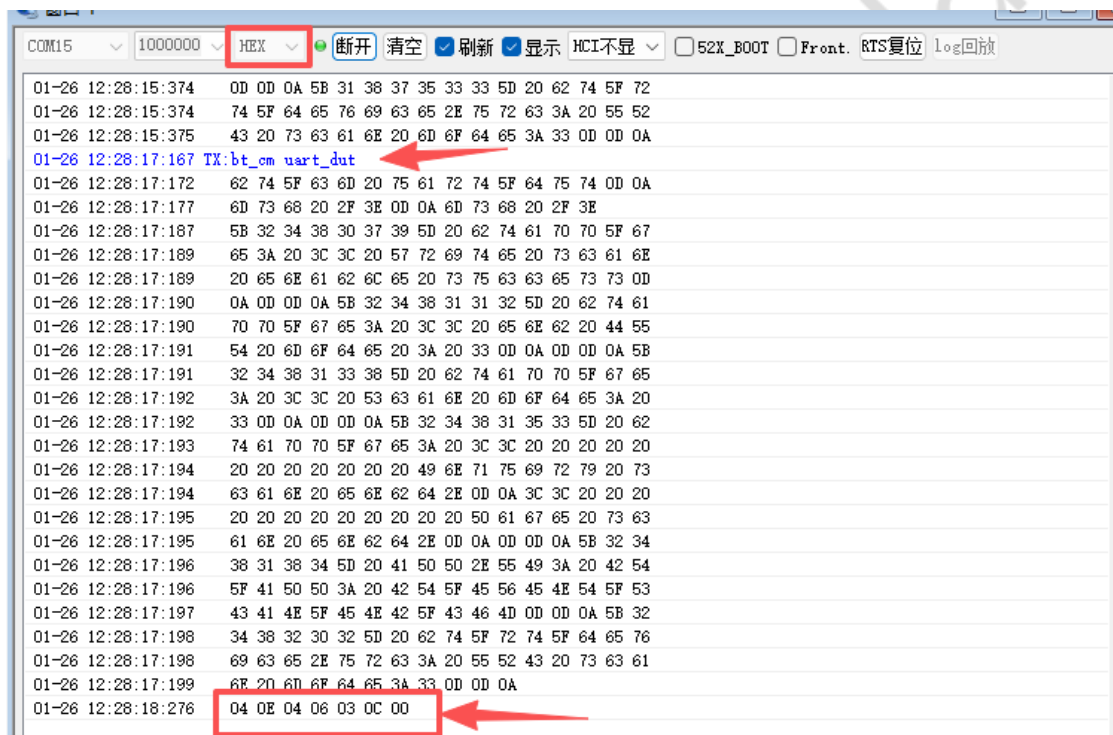

图 2-1
- 4) 串口工具需改为“HEX”显示，则收到 `04 0E 04 XX 03 0C 00` 的回复表示DUT 成功进入测试模式如图 2-1；